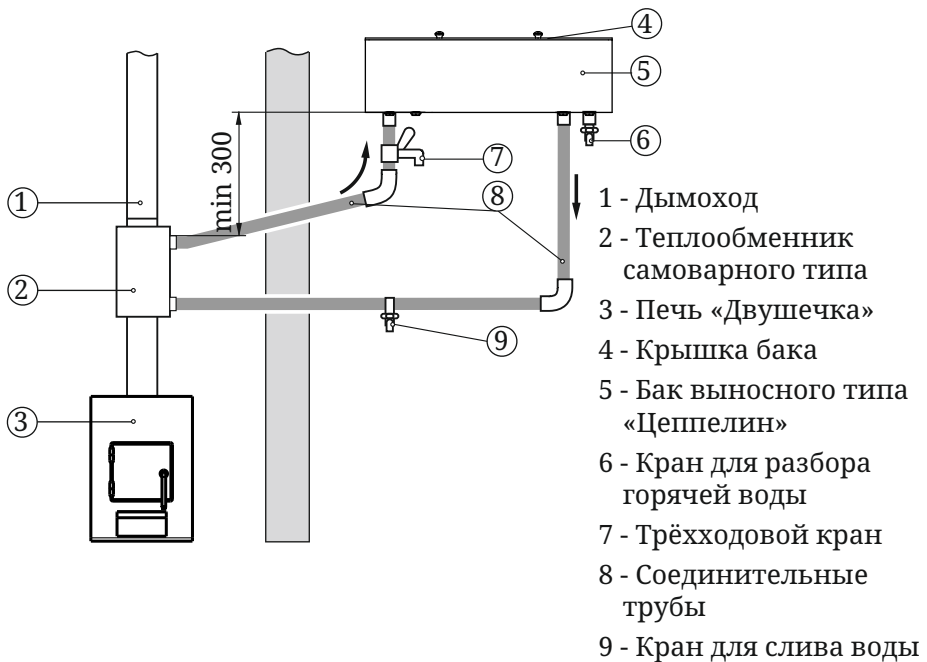

Рисунок 4. Схема монтажа системы водонагрева с использованием теплообменника «самоварного» типа
При необходимости получения горячей воды за более короткий срок, допускается производить разбор воды до ее попадания в бак. Для этого необходимо присоединить трехходовой кран типа «Т» (7) к трубе горячей линии, между верхним штуцером теплообменника и выносным баком в удобном для вас месте (рисунок 4).